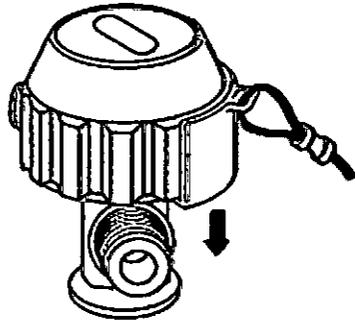

Figura 4-4
3. Presione el seguro hacia abajo para retirarlo del INOmeter (figura 4-4).